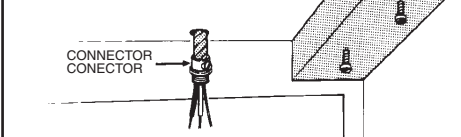

FIG. 11
- Large part of keyhole mounting slots on hood fit onto hood mounting screws projecting from bottom of cabinet. (FIG. 11)
- La parte más grande de las ranuras en forma de hueco de cerradura en el extractor caben sobre los tornillos montantes que están proyectándose de la parte inferior del gabinete. (FIG. 11)